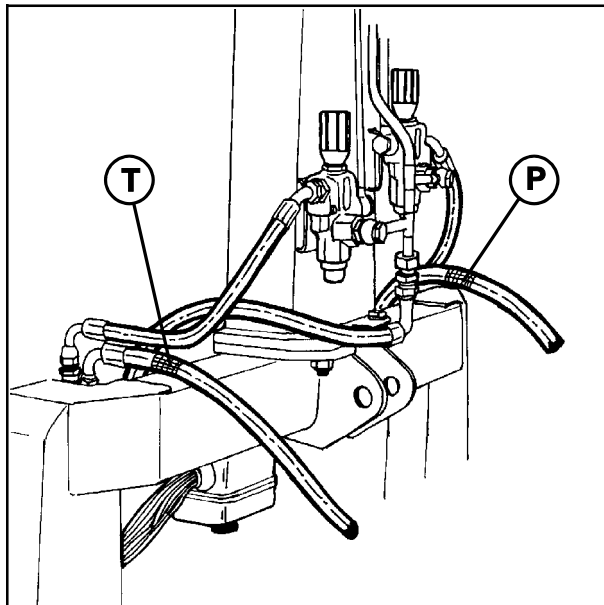

Fig. 4-9
Slange med rødt merke kobles til trykk, (P), og slange med blått merke kobles til returen, (T). (Se fig. 4-9).